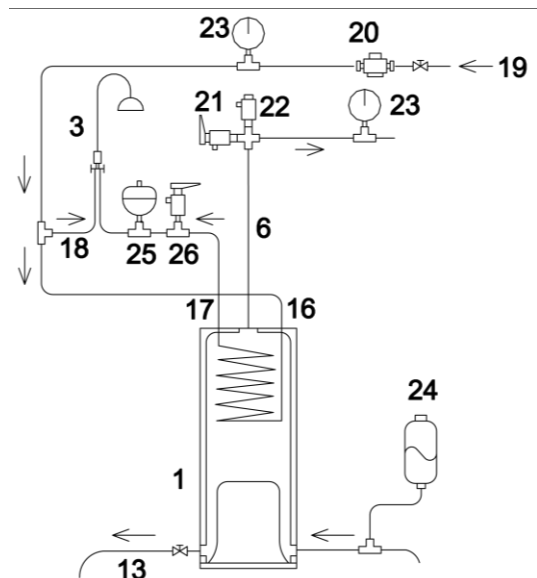

Рис. 17.
2. Обеспечение подготовки и отбора горячей воды. (Рис. 17.)